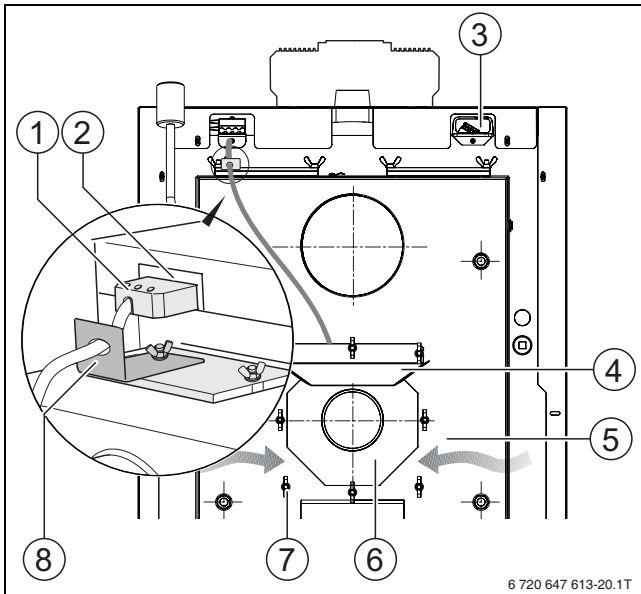

Fig. 29 Instalarea suflantei pentru gaze arse
Suflanta pentru gaze arse (→ Fig. 29, [6], pagina 28) se află în partea din spate a cazanului pe peretele din spate al colectorului de gaze arse (→ Fig. 29, [5], pagina 28) și este fixată cu piulițe fluture (→ Fig. 29, [7], pagina 28).
- ▶ Scoateți ștecărul de racordare a suflantei (→ Fig. 29, [2]) din soclu (→ Fig. 29, [1]).
- ▶ Desprindeți suportul pentru cablu (→ Fig. 29, [8]) de pe gura de vizitare pentru verificare.
- ▶ Desprindeți piulițele fluture (→ Fig. 29, [7]) și tabla de protecție (→ Fig. 29, [4]).